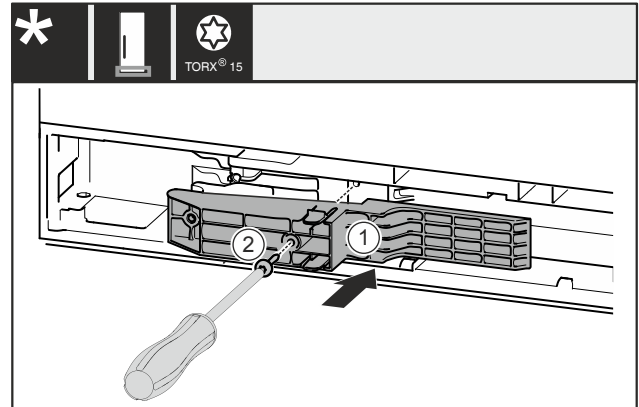

Fig. 45 *
- Placer l'adaptateur Fig. 45 (1) côté poignée dans l'évidement.*
- Serrer la vis Fig. 45 (2) avec un tournevis.*